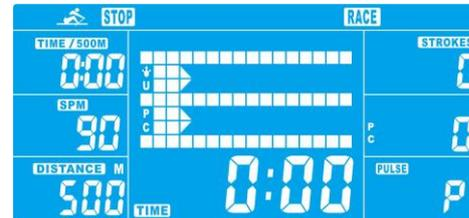

Figure11
7.2 Appuyer sur le bouton UP (augmenter) ou DOWN (diminuer) pour paramétrer SPM (présélectionné=10) et DISTANCE (présélectionné=500) (figure 11). Appuyer sur ENTER pour confirmer.